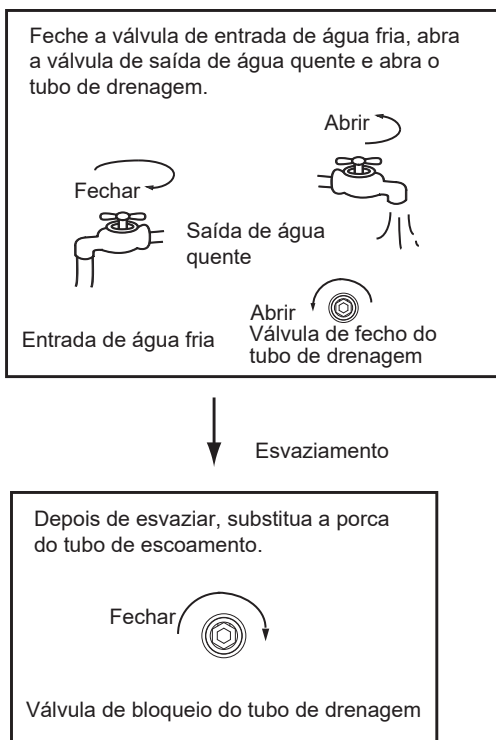

Fig.4-2
- Esvaziamento: Se a unidade precisar de limpeza, movimentação, etc., o reservatório deve ser esvaziado. Método: Ver a Fig. 4-2: